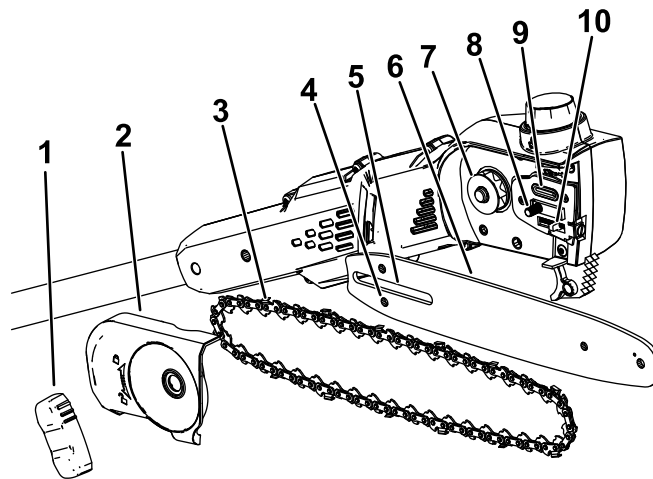

Bild 3
2. Entfernen Sie die Seitenabdeckung, drehen Sie den Knopf der Schwertabdeckung gegen den Uhrzeigersinn, bis der Knopf entfernt ist, und entfernen Sie dann die Seitenabdeckung (Bild 3).
5. Legen Sie die offene Ende der Sägekette (die Seite, die nicht auf dem Sägegeschwert liegt) um das Antriebskettenrad am Hochentaster (Bild 3).
Wichtig: Vergewissern Sie sich, dass der Kettenspannbolzen in den Schlitz des Kettenspannbolzens am Sägegeschwert eingeführt ist (Bild 3).